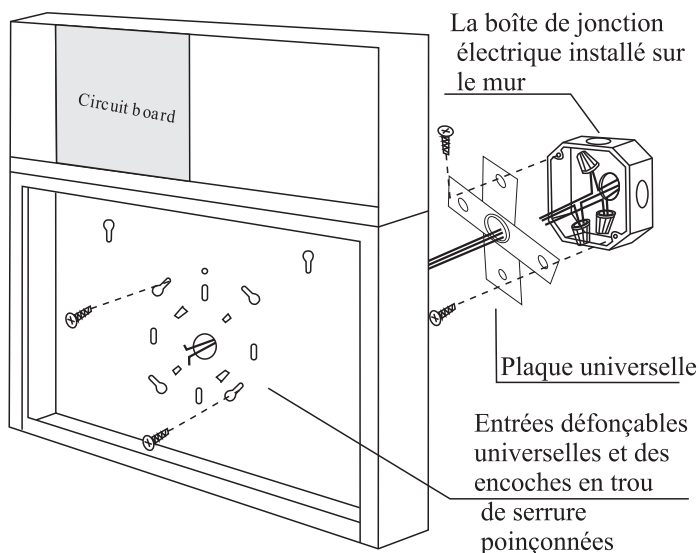

Fig.3
5.1.9. Défoncez et retirez du panneau avant tout chevron/flèche directionnel requis (Fig.3).